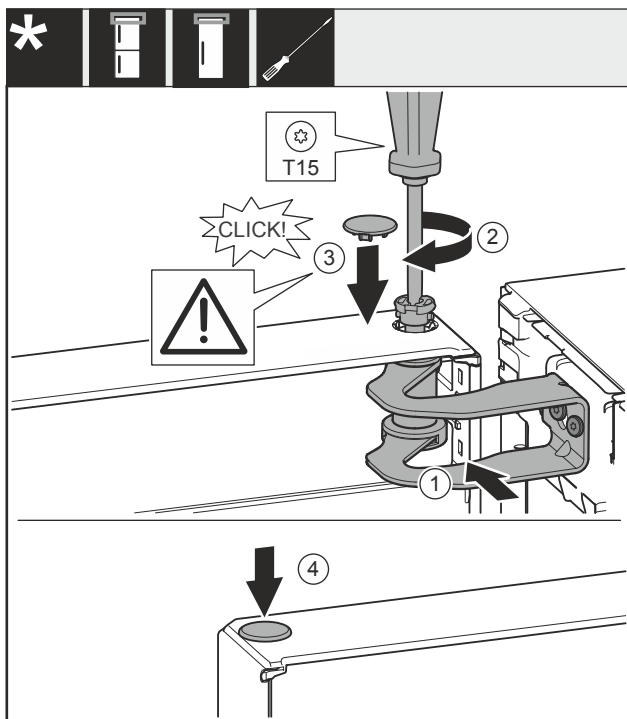

Fig. 25
- Niveloni derën për hapjen e saj në bazamentin mbështetës Fig. 25 (1).
- Futni bulonin Fig. 25 (2) dhe mbërthejeni me një kaçavidë.
- Vendosni kapakun mbulues Fig. 25 (3).
- Kontrolloni nëse kapaku mbulues Fig. 25 (3) qëndron mbi derë.
- Vendosni kapakun mbulues Fig. 25 (4).